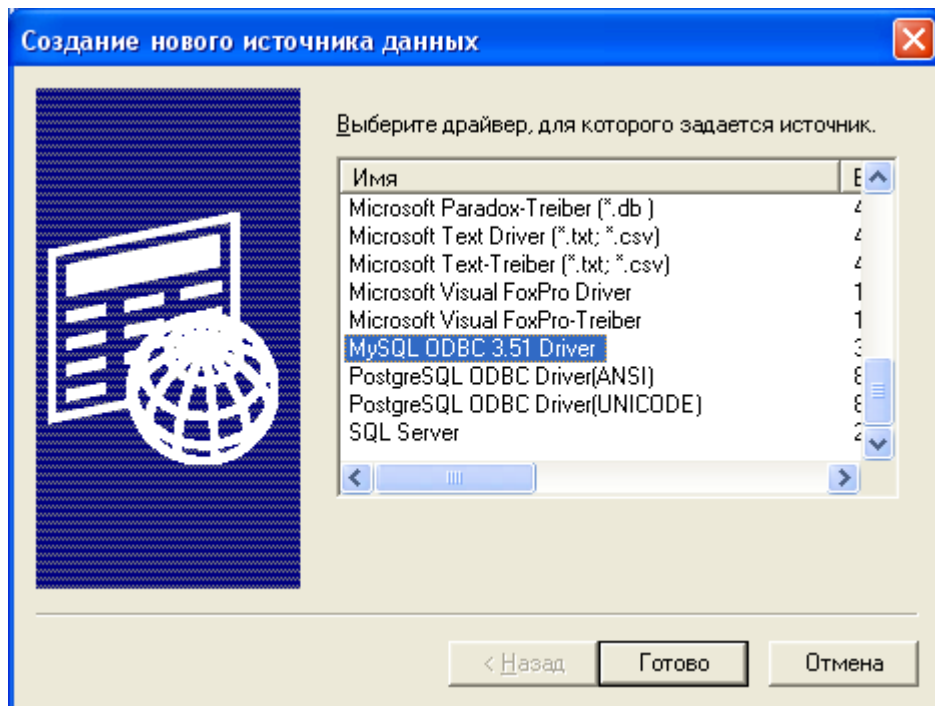

Рисунок 5
4.1.3.В окне «Создание нового источника данных», рисунок 5, из списка доступных драйверов ODBC выберите «MySQL ODBC 3.51 Driver» и нажмите кнопку «Готово».